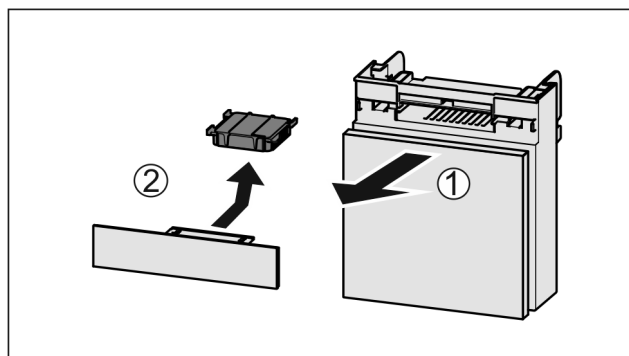

Fig. 135
- ▶ Zásuvku vytáhněte dopředu Fig. 135 (1).
- ▶ Filtr s aktivním uhlím vyjměte Fig. 135 (2).